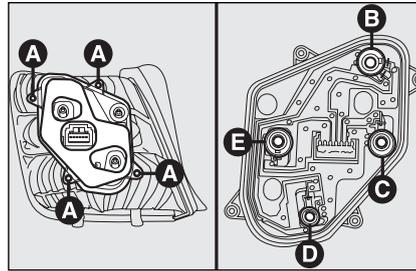

fig. 32
- dévisser les 4 vis **A-fig. 32** et enlever le porte-lampe de son emplacement;